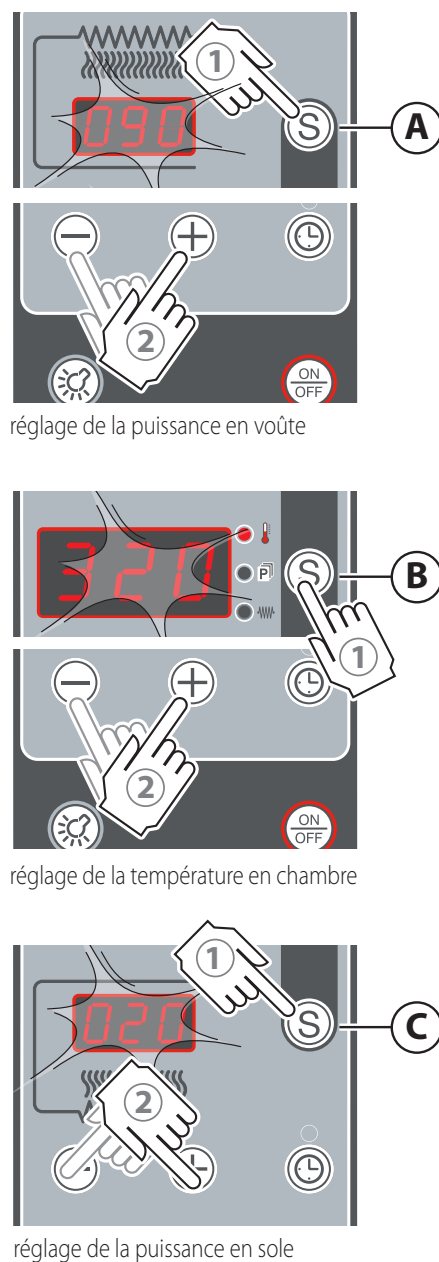

Fig.21.
- ① Avec le four éteint, maintenez appuyée pendant 4 secondes la touche (S) (toutes les pages-écrans s'allument).
- ② Appuyez à nouveau sur la touche (S) ; la page-écran (B) affiche le programme en cours et la led du programme (P) s'allume.
- ③ À l'aide des touches « + » et « - », faites défiler les programmes présents jusqu'à trouver celui que vous souhaitez modifier.
► Fig.21.